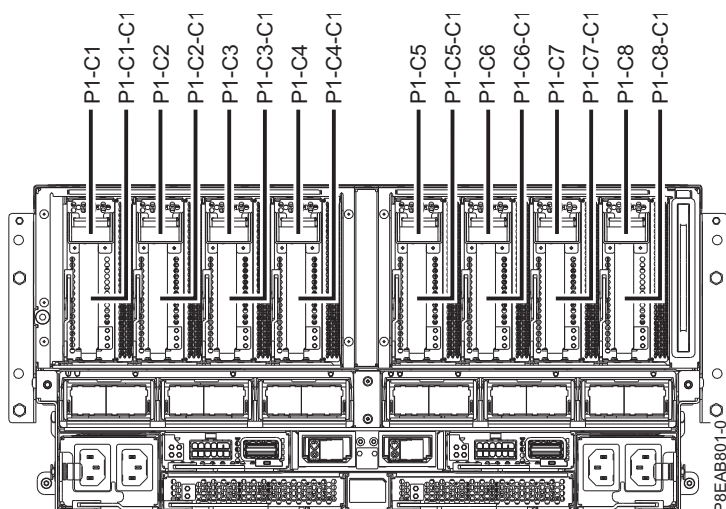

Figura 37. Ubicacions de les ranures d'adaptadors PCIe al sistema
3. Determineu la ranura on voleu instal·lar un adaptador PCIe. Les ranures de l'adaptador PCIe són a la part posterior d'un sistema. A la Figura 37 es mostren els codis d'ubicació de l'adaptador PCIe.